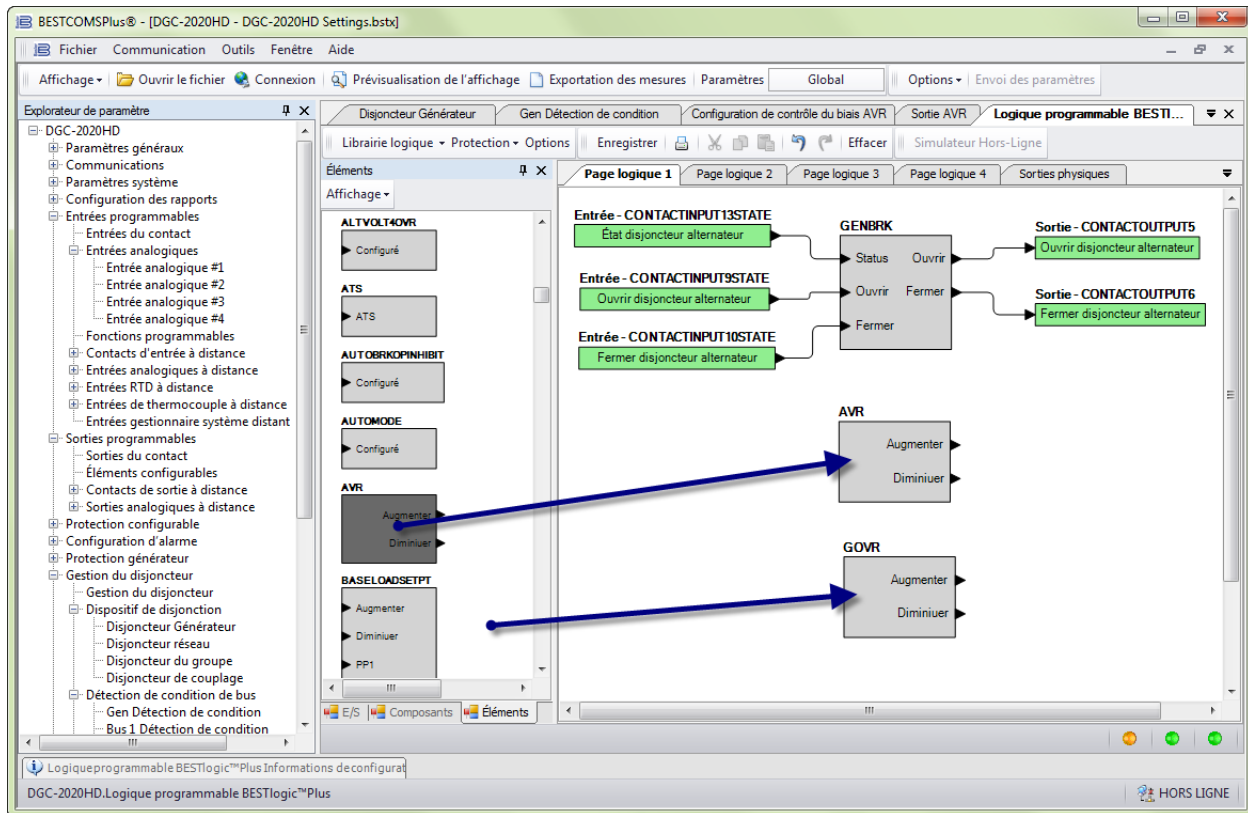

Figure 13-12. Configuration du synchroniseur dans BESTlogicPlus (Étape 27)
27. Si vous utilisez des sorties analogiques pour contrôler le régulateur de tension et le régulateur de vitesse, aucun autre paramétrage n'est nécessaire. Si vous utilisez des contacts de sortie, ils doivent être configurés pour gérer ces fonctions. Dans la logique programmable BESTlogicPlus, cliquez sur l'onglet Éléments. Faites glisser les blocs logiques GOVR et AVR dans l'écran de la logique principale. Reportez-vous à la Figure 13-12.